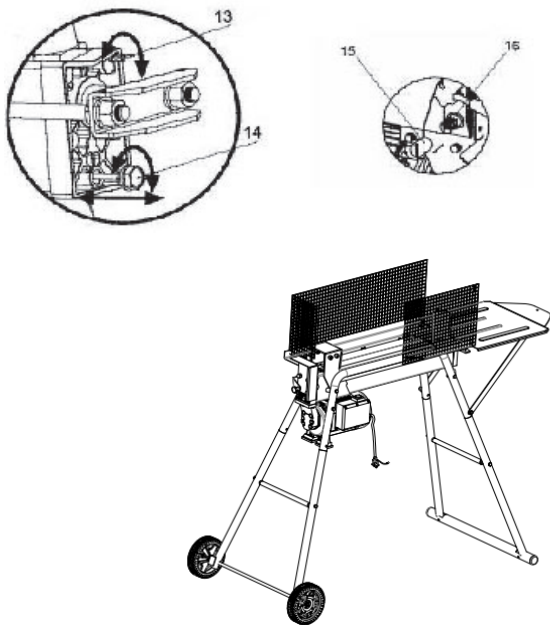

Figura 1
Figura 1 prezintă dimensiunile maxime ale buștenilor care pot fi împărțiți.
Pasul 6: Asigurați apărătoarea stângă și apărătoarea dreaptă cu orificiile corespunzătoare ale plăcilor de susținere din stânga și din dreapta folosind combinația de cataramă (5) și strângeți-le cu o cheie (a se vedea figura 1).